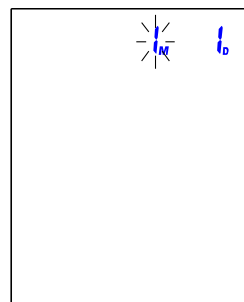

Рис. 2-2
- b. Чтобы настроить реальное время и дату, необходимо перевести измеритель давления в режим времени и одновременно нажать на кнопки “START” и “MEM”. После одновременного нажатия на указанные кнопки послышится звук ‘бип’ и начнет мигать первая цифра месяца. См. Рис. 2-2. При каждом нажатии на кнопку “START” на дисплее попеременно появляются данные даты, часов и минут. Чтобы увеличить мигающую цифру необходимо нажать на кнопку “MEM”. Для быстрого увеличения цифры необходимо держать кнопку “MEM” нажатой до появления требуемого значения.